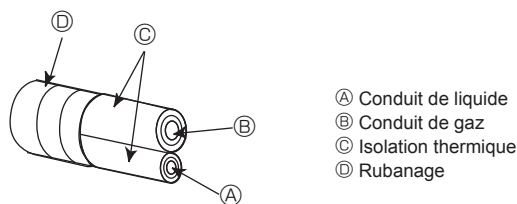
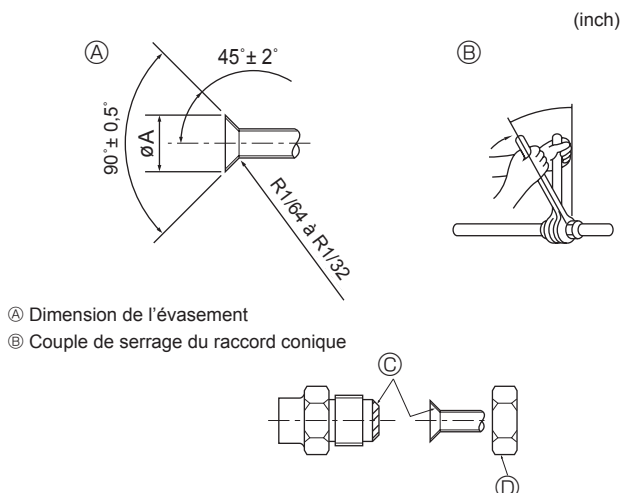

Fig. 4-1
Fig. 4-2
Ⓐ (Fig. 4-1)
Ⓑ (Fig. 4-1)
4.2. Connexion des tuyaux (Fig. 4-1) (Fig. 4-2)
En cas d'utilisation de tuyaux en cuivre disponibles sur le marché, isoler séparément les tuyaux de liquide et de gaz avec un matériau isolant vendu dans le commerce (résistant à une température de 100 °C, 212 °F ou plus, et d'une épaisseur de 12 mm, 1/2 inch ou plus). (Fig. 4-1)
[Fig. 4-2]